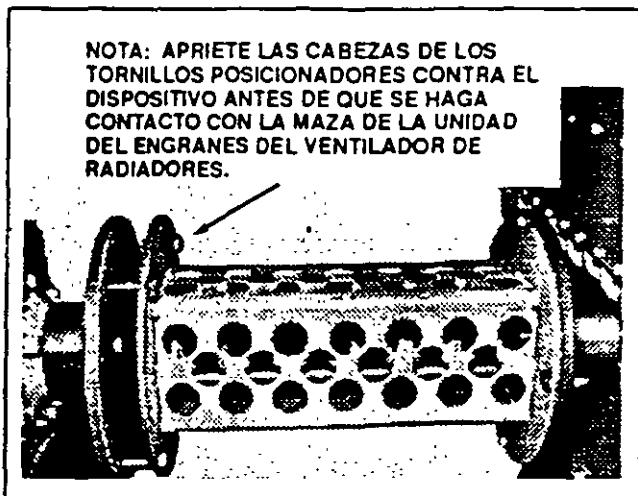

FIG. 33. DISPOSITIVO PARA ALINEAMIENTO ATORNILLADO A LA MAZA DE SALIDA DEL COMPRESOR. E-27774-S
- 1) Atornille el accesorio a la maza de salida del compresor usando cuatro tornillos de 1/2 pulg. de diámetro y tuercas (Figs. 33 y 34).